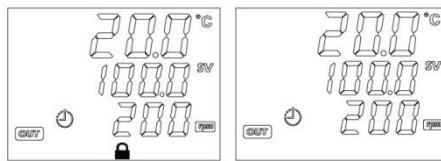

Рисунок 18
- 8.11.1. Чтобы заблокировать изменение текущих настроек контроллера нажать и удерживать нажатой в течение трёх секунд кнопку «РЕЖИМ». При срабатывании блокировки на дисплее отображается соответствующий символ (Рисунок 18). Повторное трёхсекундное нажатие кнопки «РЕЖИМ» снимает блокировку.